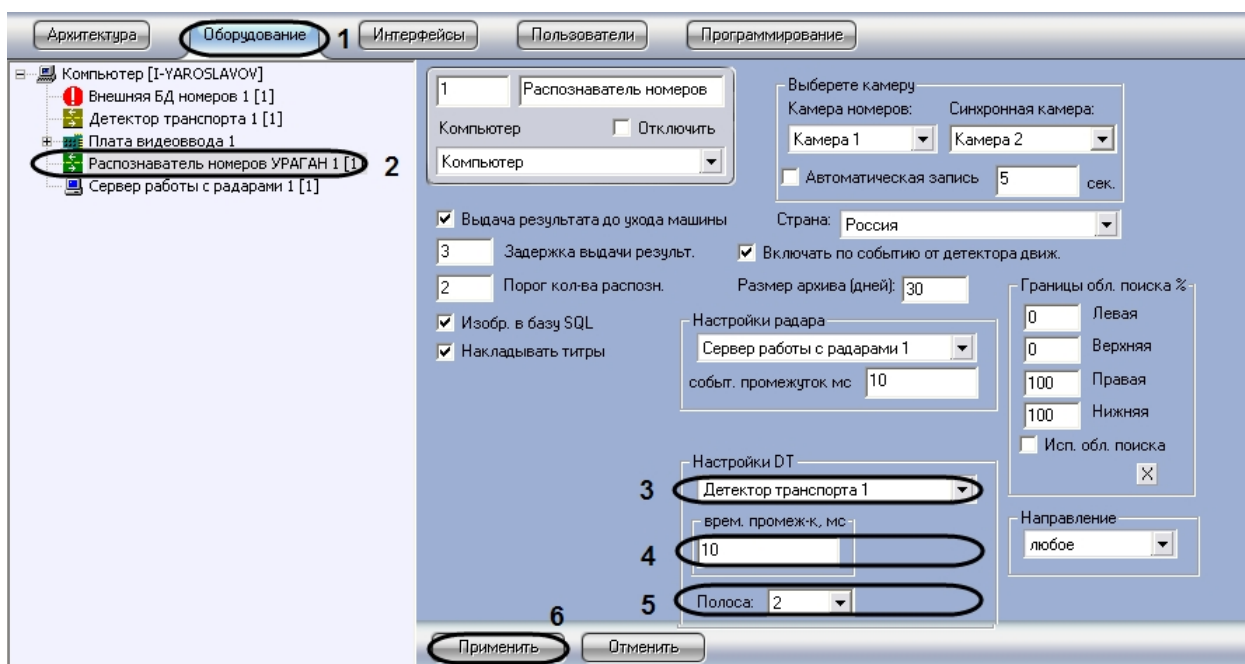

Рис. 35. Настройка совместной работы программного модуля «Ураган» с программным модулем «Детектор транспорта»
2. В дереве объектов на вкладке «Оборудование» выбрать объект «Распознаватель номеров УРАГАН», соответствующий настраиваемому программному модулю «Ураган». В правой части вкладки «Оборудование» отобразится панель настройки выбранного объекта (см. Рис. 35).